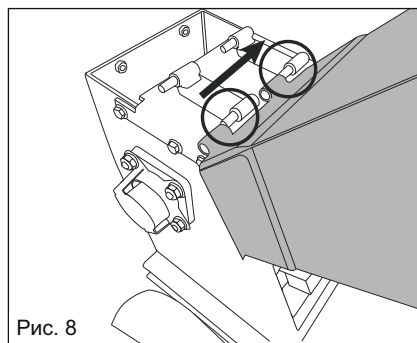

Рис. 8
1. Установите бункер (4) в положение на раме основания (9) над режущими лезвиями и сдвиньте его поперек так, чтобы штифты рамы вошли в зацепление с петлями на бункере (4) (рис. 8).